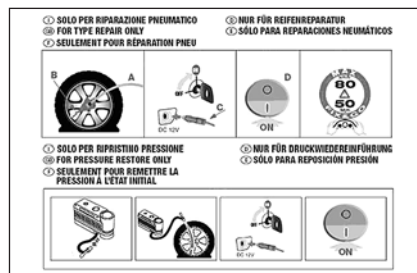

рис. 8
- Брошюра с инструкцией (см. **рис. 8**), которую следует использовать в качестве руководства по быстрому и правильному использованию комплекта для срочного ремонта. Эту брошюру следует передать персоналу, который будет заниматься отремонтированной шиной;